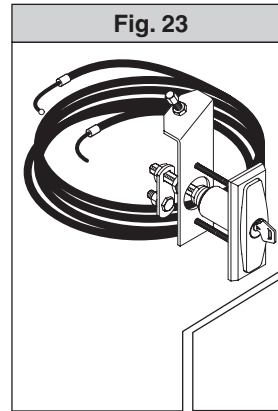

Fig. 23
- SET/S** Desbloqueio externo de maçaneta reentrante para portas seccionais máx. 50mm (**fig.23**).